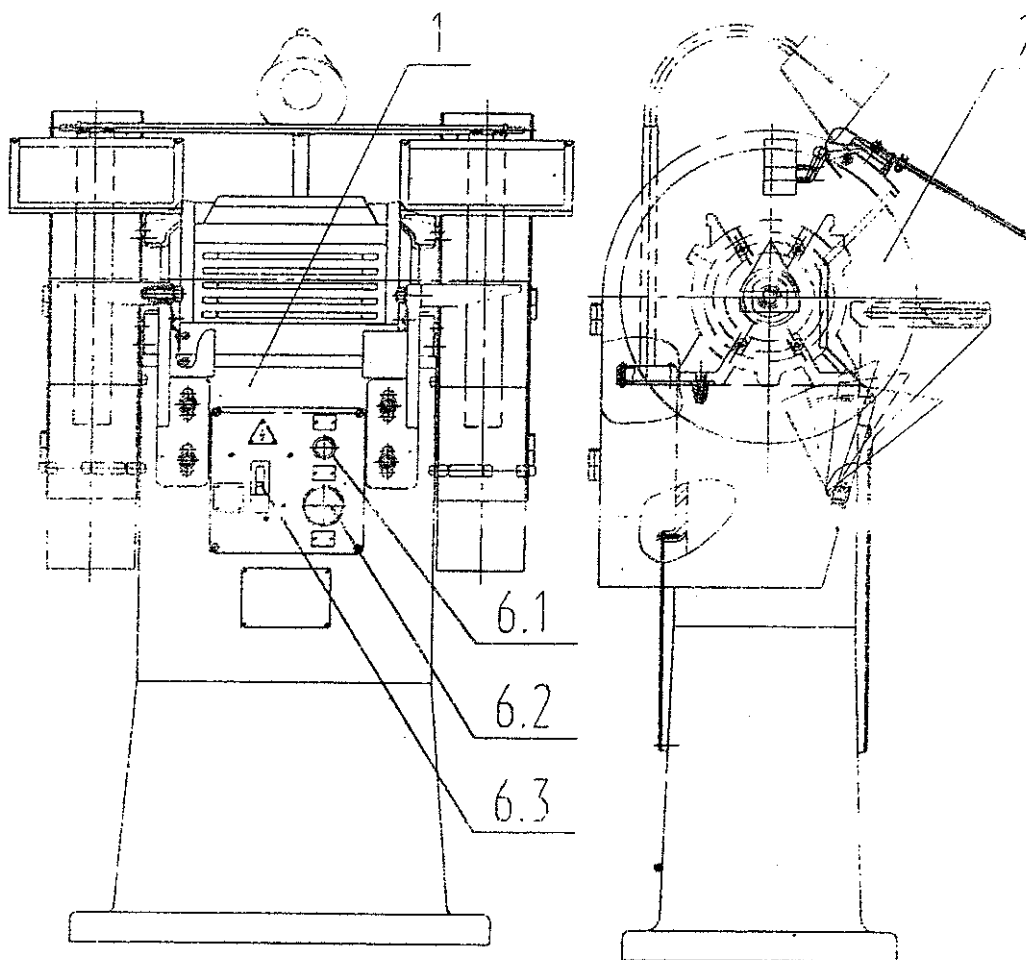

Рис. 1. Общий вид станка (расположение составных частей и органов управления).
5.1. Расположение и обозначение составных частей станка указаны на рис. 1.
6.2.1. Основание. (рис. 1, поз. 1).
6.2.2. Ограждение (рис. 1, поз. 2).
6.2.3. Электрооборудование (рис. 1, поз. 3).